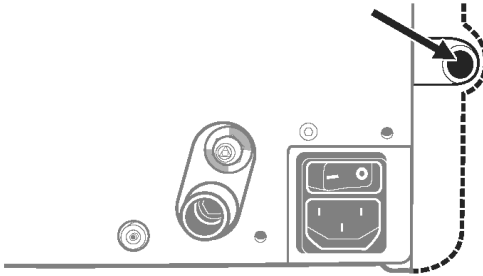

Abb. 2-13 Anschluss für Verbindungsschlauch zur FRC-Gasflasche
- Schließen Sie den Schnellanschluss am FRC-Gasanschluss des *EasyOne Pro™ LAB* an (Abb. 2-13).
- Schließen Sie den Verbindungsschlauch am FRC-Gasanschluss des EasyOne Pro™ LAB an (Abb. 2-13): drücken Sie den Schlauch so fest auf den Anschluss, bis der Anfangswiderstand überwunden ist und schieben Sie ihn dann bis zum Anschlag vor.